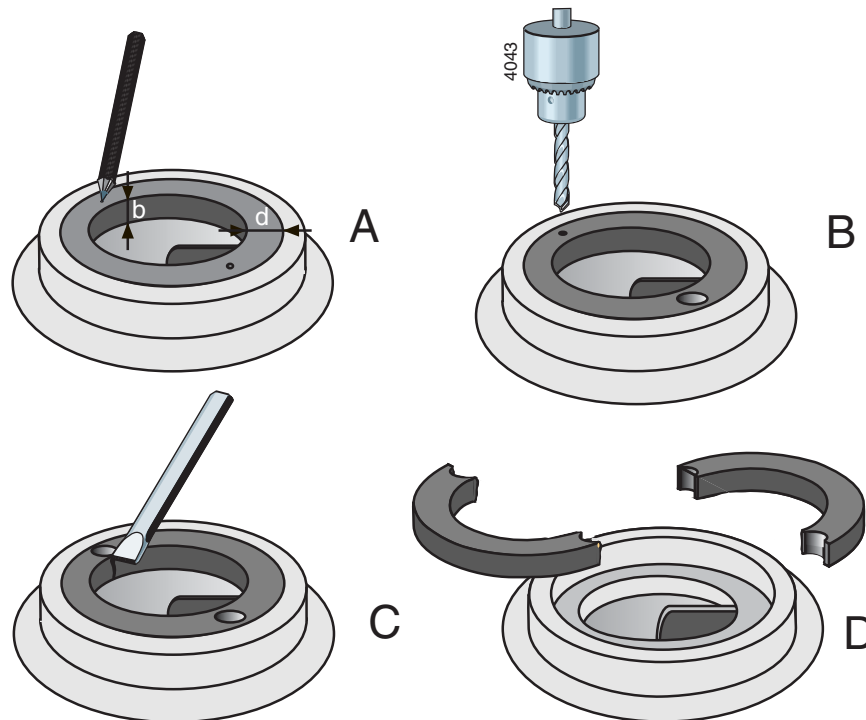

Figura 14: Remoção do anel de desgaste.
- 1 Meça a espessura (d) e a largura (b) do anel. Consulte a figura 14 A.
- 2 Faça um furo central no meio do bordo do anel em dois pontos opostos. Consulte a figura 14 B.
- 3 Utilize uma broca com um diâmetro ligeiramente inferior à espessura (d) do anel e faça dois furos no anel. Consulte a figura 14 C. Não faça um furo com uma profundidade superior à largura (b) do anel. Tenha cuidado para não danificar o bordo de instalação da caixa da bomba.
- 4 Utilize um cinzel para cortar a parte restante da espessura do anel. Em seguida, poderá remover o anel da caixa da bomba em duas partes, consulte a figura 14 D.